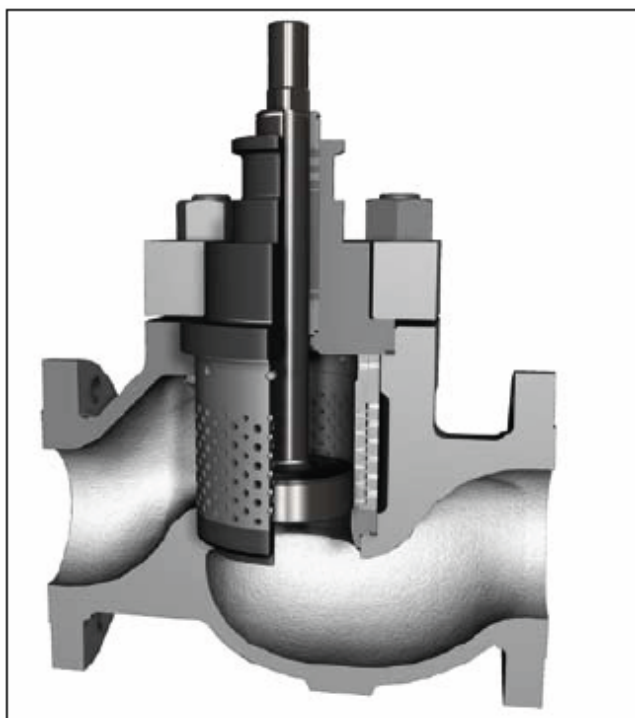

Рисунок 7. Клапан Mark One в сборе с затвором ChannelStream
- 8.2.1. Держатель ChannelStream клеточного типа заменяет стандартный держатель. Он состоит из нескольких цилиндрических секций, соединенных штифтами (см. рис. 7). Размеры запорного элемента и крышки отличаются размеров стандартных запорных элементов и крышки клапана Mark One. Сборка и разборка осуществляются по инструкции для стандартного клапана.